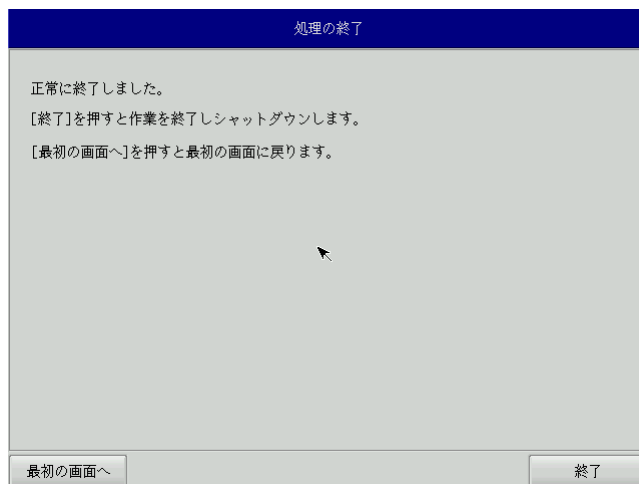

図 5-3-8. 終了画面
- ⑪ 終了画面（図 5-3-8）が表示されるとバックアップ作業は完了です。[終了]ボタンを押して電源を落としてください。